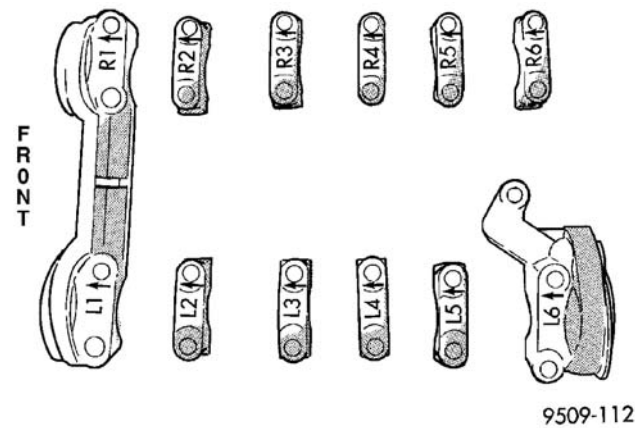

图 25 凸轮轴轴承盖标识
(1) 拆下气缸盖。（参见 9-发动机/气缸盖/气缸盖罩-拆卸）
(2) 拆下凸轮轴位置传感器和凸轮轴目标磁铁。（参见 8-电气/点火控制/凸轮轴位置传感器-拆卸）
(3) 拆下正时皮带。（参见 9-发动机/气门正时/正时皮带/链和链轮-拆卸）
(4) 卸下凸轮轴链轮和正时皮带后盖。（参见 9-发动机/气门正时/正时皮带/链条盖-拆卸）
(5) 标明轴承盖的安装位置。先拆下外轴承盖（图 25）